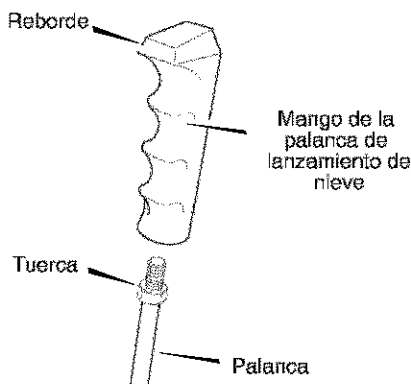

Figura 50
1. Monte el **mango de la palanca de lanzamiento de nieve** en la **palanca** hasta que quede apretado contra la **tuerca** (vea la Figura 50. En algunos modelos la **mango de la palanca de lanzamiento de nieve** viene ya instalado.